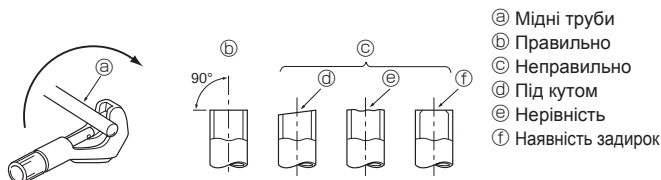

Fig. 5-3
5.2.1. Різання труб (Fig. 5-3)